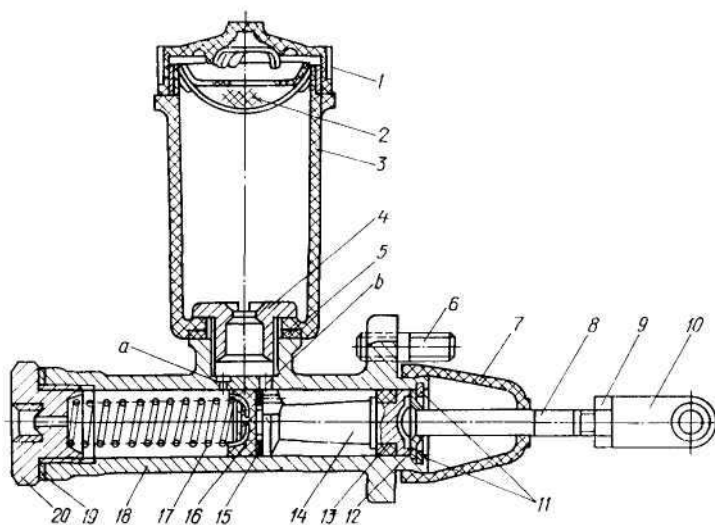

Рис. 111. Цилиндр главный сцепления:
- возвратная пружина 17 (рис. 111) поршня главного цилиндра привода выключения сцепления должна чётко возвращать поршень до упора в упорную шайбу 12;
Конструкция главного цилиндра сцепления показана на рис. 111. От главных тормозных цилиндров он отличается только корпусом 18, штуцером 20 и отсутствием двойного клапана. Все остальные детали взаимозаменяемы.